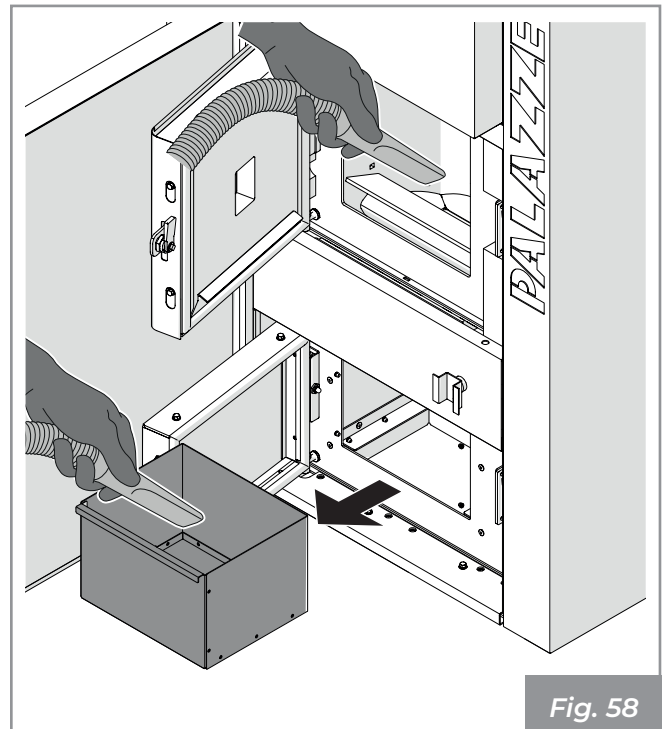

Fig. 58
- Enlever la cendre qui se dépose dans le brasier (Fig. 58).
- Extraire le tiroir à cendres et le vider, et veiller à nettoyer le compartiment qui le contient pour éliminer tout résidu (Fig. 58).